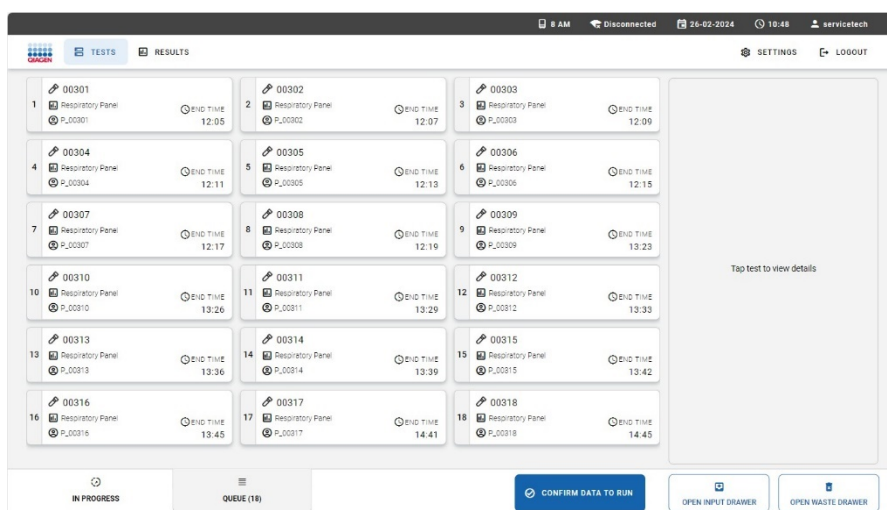

Abbildung 22. Bildschirm der Probenwarteschlange.
2. Schließen Sie die Zufuhrschublade. Das System scannt den Proben-ID-Barcode der Kartuschen und erstellt eine Warteschlange (Abbildung 22).
Nachdem der Berechnung wird die Testwarteschlange wie unten dargestellt angezeigt (Abbildung 22). Überprüfen Sie die in der Warteschlange angezeigten Daten. Wenn ein Fehler vorliegt, wird die entsprechende Kartusche in der Abfallschale platziert, nachdem die Warteschlange bestätigt wurde.